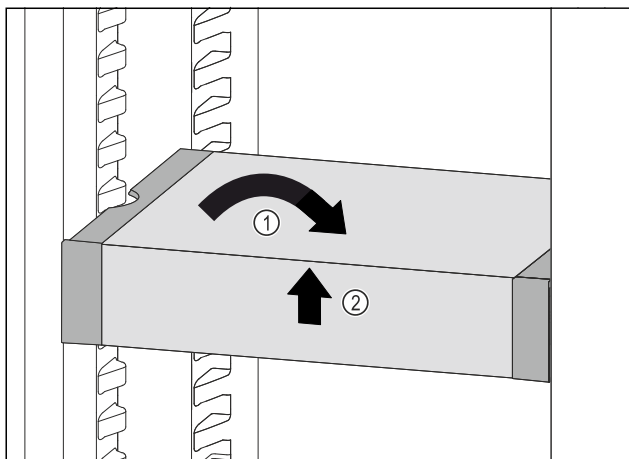

Fig. 119
- ▶ VarioSafe postavte rovně. Fig. 119 (1)
- ▶ VarioSafe vpředu zvedněte. Fig. 119 (2)